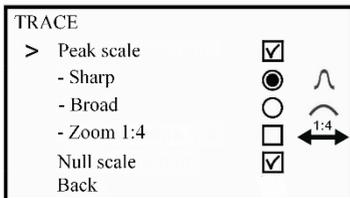

Abb. 12 Menü "Anzeige"/"Spur"
- die Option "Sensor" wird verwendet, um den Maßstab 1:4 zu erweitern und den Signalpegel am Eingang der SENSOR-Buchse in dB oder Volt zu wählen (siehe Abb. 12);
Menü > Anzeige > Trace > Spitzenwerttyp > Zoom 1:4 (Abb.12).